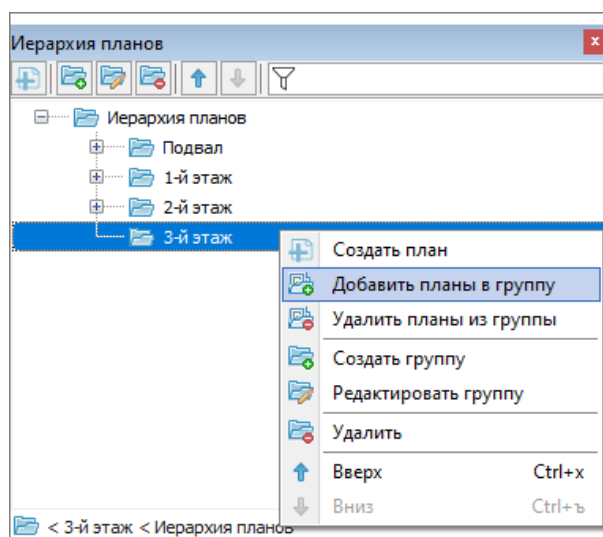
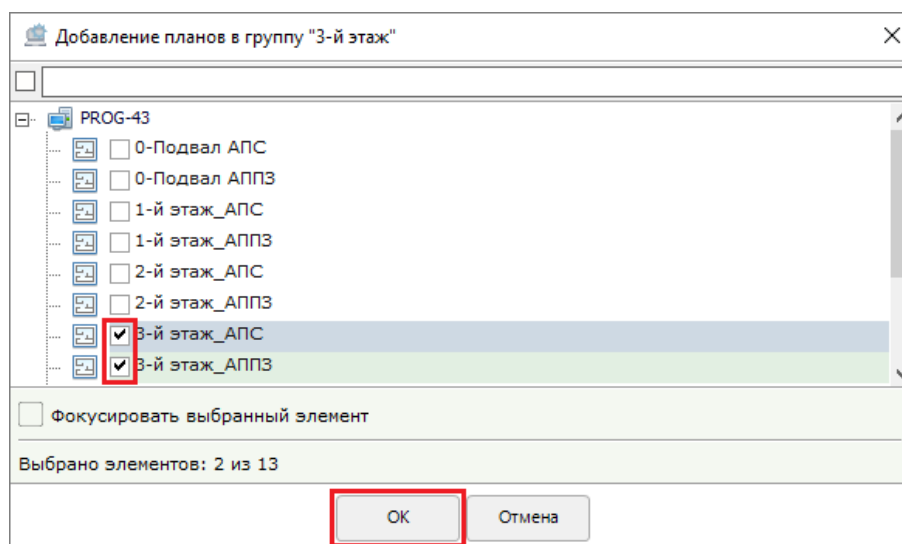

Рисунок 6-598 Переход к добавлению планов в группу планов
Рисунок 6-599 Добавление выбранных планов в группу планов
- либо вызовите для группы планов, в которую необходимо добавить планы, контекстное меню и выберите в нем пункт « Добавить планы в группу» (см. Рисунок 6-598), после чего в окне «Добавление планов в группу» выберите добавляемые планы (установкой флагов в чекбоксах) и подтвердите выбор нажатием кнопки «ОК» (см. Рисунок 6-599);